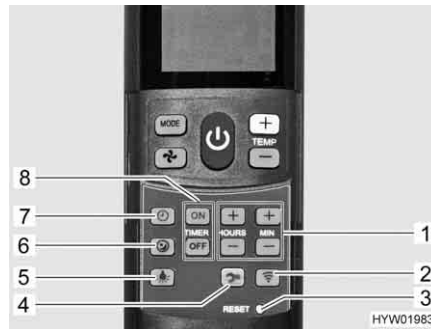

Bild 163 Fernbedienung mit Einstell-tasten
**Sanftlauf einschalten:** ■ Taste Sanftlauf (Bild 163,6) drücken. Im Kühlbetrieb läuft das Gebläse dann mit niedriger Drehzahl und deshalb besonders leise.
**Uhrzeit einstellen:** ■ Taste Uhrzeit (Bild 163,7) drücken.
■ Mit den Tasten (Bild 163,1) Stunden und Minuten einstellen.
**Einschaltzeit programmieren:** ■ Taste "ON" (Bild 163,8) drücken.
■ Tasten für die Zeiteinstellung (Bild 163,1) drücken, bis die gewünschte Zeitspanne bis zum Einschalten erreicht ist.
■ Taste "ON" (Bild 163,8) drücken.
**Ausschaltzeit programmieren:** ■ Taste "OFF" (Bild 163,8) drücken.
■ Tasten für die Zeiteinstellung (Bild 163,1) drücken, bis die gewünschte Zeitspanne bis zum Ausschalten erreicht ist.
■ Taste "OFF" (Bild 163,8) drücken.
**Timer deaktivieren:** ■ Taste "ON" oder Taste "OFF" (Bild 163,8) erneut drücken.
**Beleuchtung einschalten:** ■ Taste Licht (Bild 163,5) drücken. Das Licht wird mit der zuletzt eingestellten Dimmstufe eingeschaltet.
**Beleuchtung dimmen:** ■ Taste Licht (Bild 163,5) drücken und gedrückt halten, bis die gewünschte Helligkeit erreicht ist.
**Beleuchtung ausschalten:** ■ Taste Licht (Bild 163,5) drücken.
▷ Die Taste Setup (Bild 163,4) dient dazu, die Fernbedienung bei der ersten Inbetriebnahme mit der Klimaanlage zu verbinden.